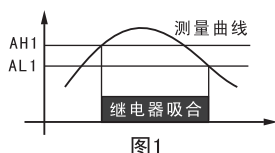

图1
2. 设定 AH1>AL1 (AH2>AL2), 当测量值 $\geq$ AH1时, 继电器吸合; 当测量值 $\leq$ AL1时继电器释放, 继电器动作情况见图1, 常用于上限报警。